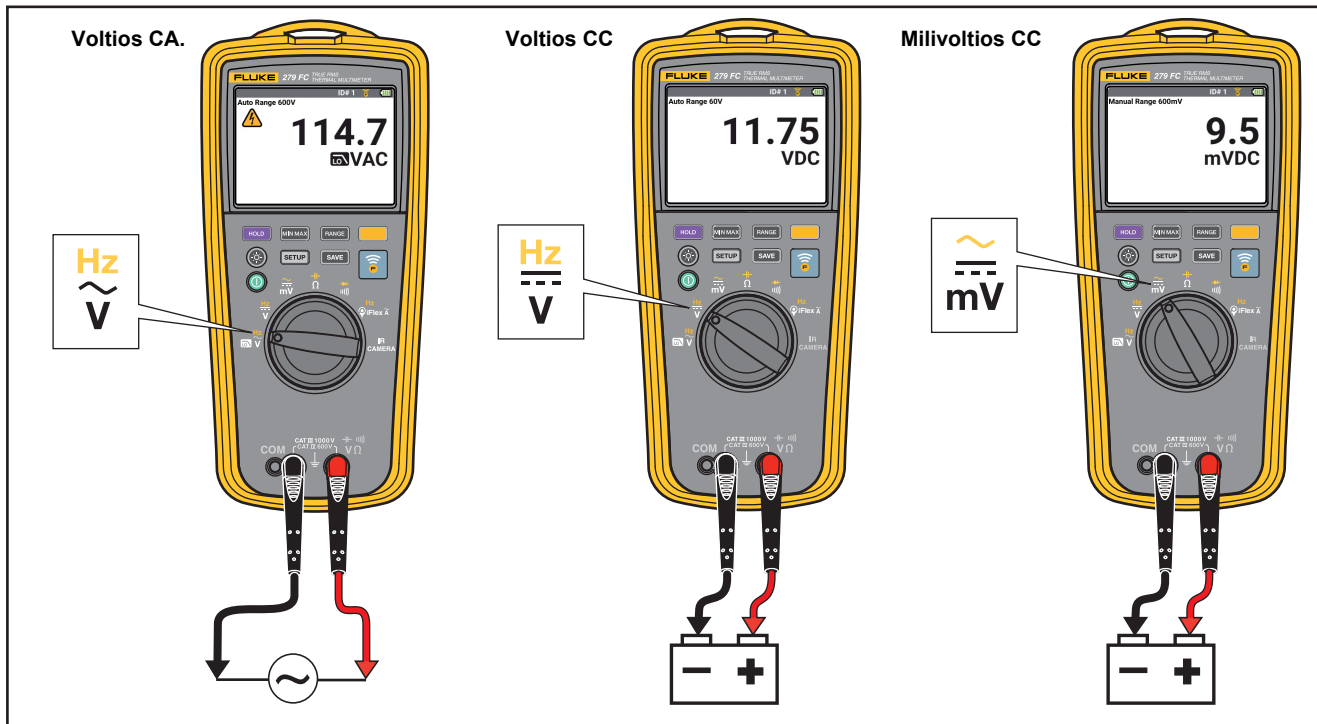

Figura 4. Mediciones de tensión de CA y CC
- Mediciones de tensión de CA y CC. Consulte la Figura 4.
1. Gire el selector a la posición  $\overset{\sim}{mV}$ . Consulte la Figura 4.